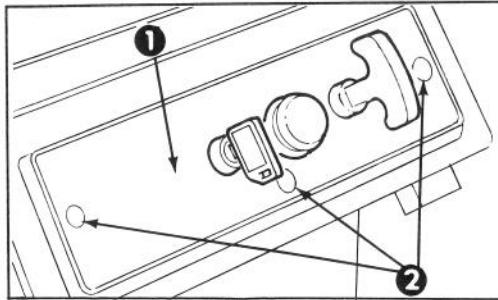

Abb. 15
### AUSWECHSELN DER ZÜNDKERZE — (Abb. 15, 16 und 17)
1. ARMATURENBRETT ENTFERNEN (Abb. 15) — Die drei Kopfschrauben entfernen, mit denen das Armaturenbrett am Gehäuse befestigt ist. Den Zündschlüssel entfernen und das Brett abheben, wobei es vom Rücklaufstarter hängt.